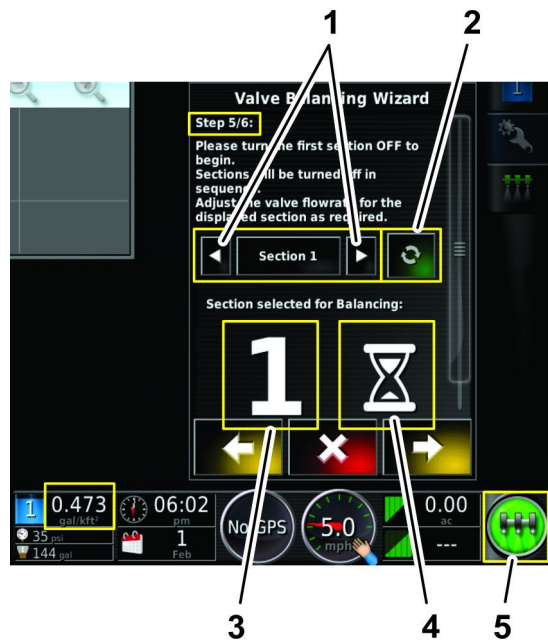

Figura 144
- Espere a que el software GeoLink procese la acción del caudal (Figura 144).